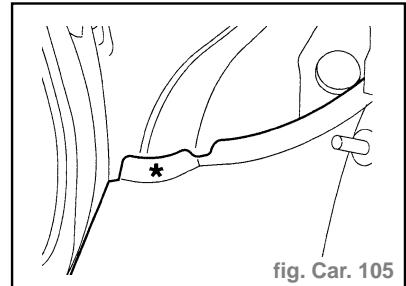

fig. Car. 105
- Découper par fraisage des points (fig. Car. 105, 106 et 107).